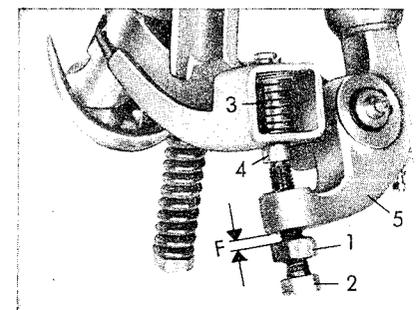

Bild 40
**Kontrollmaß F** wie folgt einstellen (Bild 40):